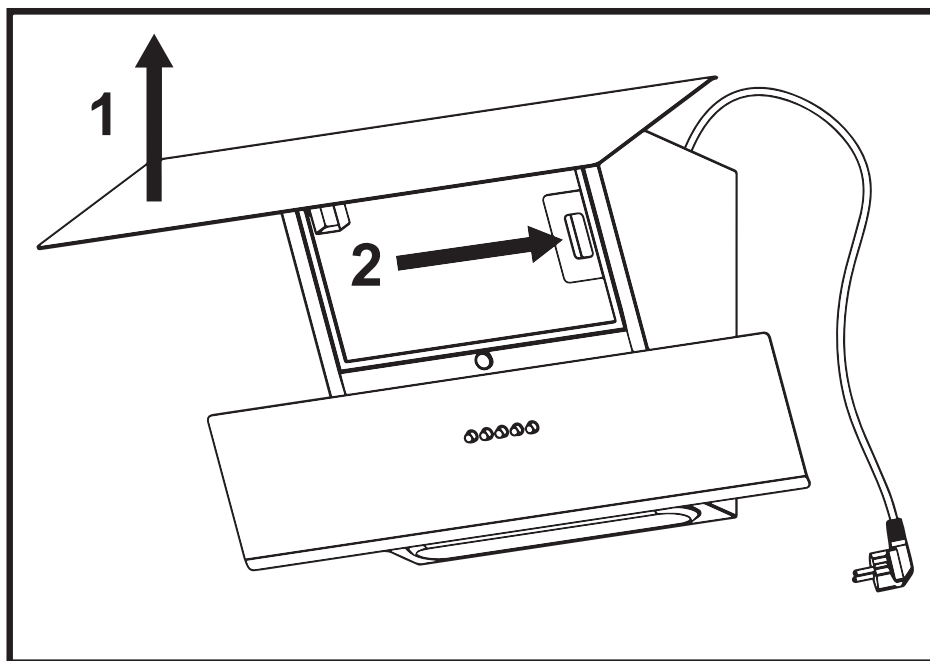

Рис.6
8.6 Для снятия алюминиевого фильтра (рис.6) следует открыть **декоративную панель 1**, нажать на **пружинную защелку 2** и, потянув на себя снять фильтр с панели. Установку фильтра выполнить в обратном порядке.